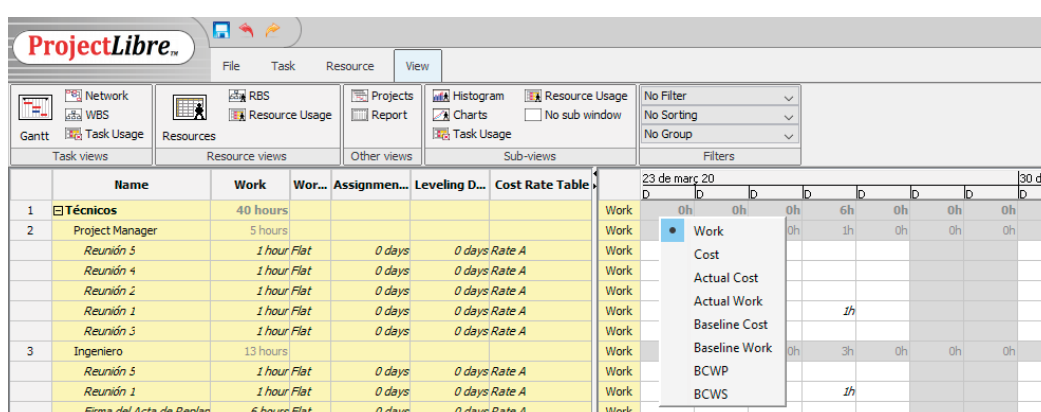

Figura 57.
- *Resource Usage*: muestra la distribución del trabajo asociado a cada recurso y plasmada en el calendario (hasta detalle horario). De la misma forma que en la Tabla de tareas se puede visualizar el parámetro deseado (figura 57) haciendo clic derecho en el cursor.